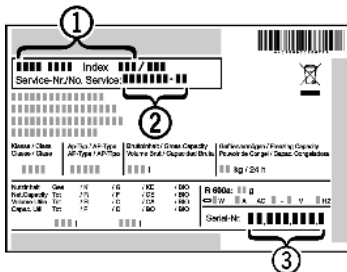

Fig. 10
- ▶ A készülék megnevezését Fig. 10 (1), a szerviz- Fig. 10 (2) és sorozatszámot Fig. 10 (3) a típustábláról olvassa le. A típustábla a készülék belsejében baloldalon található.
- ▶ Értesítse a vevőszolgálatot a hibáról, és adja meg nekik a készülék megnevezését Fig. 10 (1), a szerviz- Fig. 10 (2) és a sorozatszámot Fig. 10 (3).